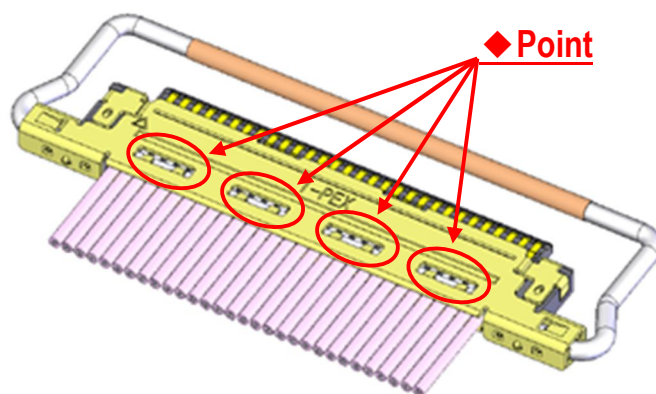

Fig.8 Soldering of Shell-A and Ground Bar
③shell-A,B と ground bar を半田コテにて全箇所半田付けすることを推奨する。 (Fig.8,9 ◆部)